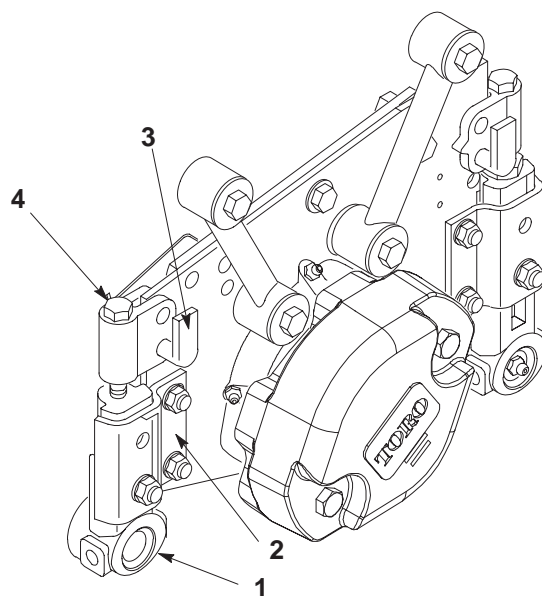

図 1
定しているロックナット（2個）を取る（図1）。
2. 刈り高ピン（図1）を抜き取る。
ットの白いナイロン・ブッシュにはめ込む（図1）。